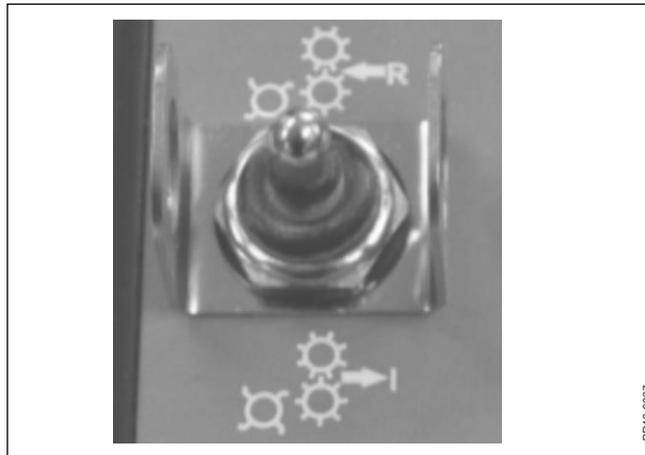

Fig. 2-7
- Fig. 2-7 Función de inversión.** Se aplica a los rodillos de alimentación y al recogedor.